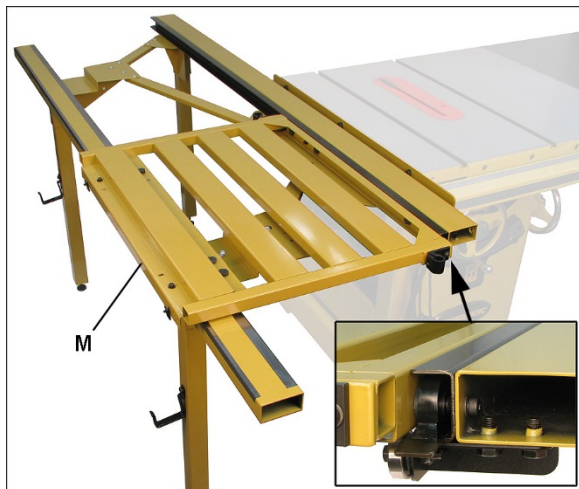

Рисунок 7-10
1. Установите стол (М, рисунок 7-10) на направляющие. Подшипники со скребками на правой стороне стола должны войти в швеллер внутренней направляющей. См. вставку, рисунок 7-10.